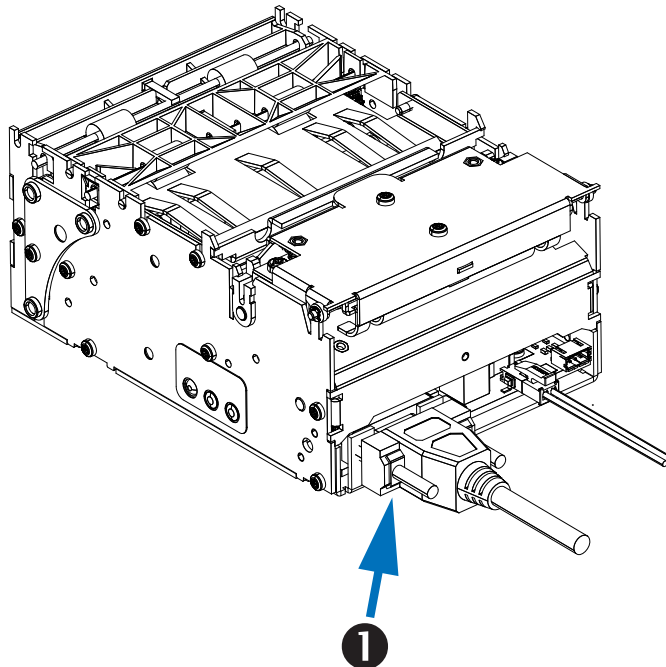

Figura 4-15 • Conexión serie
Consulte la Figura 4-15. El cable estándar debe tener un conector macho de nueve patillas tipo "D" (DB-9P) en un extremo, el cual se enchufa en el correspondiente puerto serie (DB-9S) ubicado en la parte posterior de la impresora ❶. El otro extremo del cable de interfaz de señal se conecta al puerto serie del ordenador host. De acuerdo con los requisitos específicos de la interfaz, lo más probable es que se utilice un cable cruzado (Null Modem).